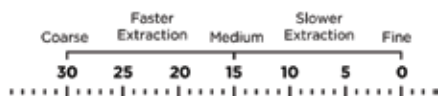

Fig. 3:
2. Le réservoir à grains a des marquages indiquant la grossièreté du café (voir Fig. 3). Pour ajuster le paramètre de broyage, assurez-vous que le paramètre souhaité sur le réservoir à grains est aligné avec le marquage sur le couvercle supérieur (comme montré dans la Fig. 4).